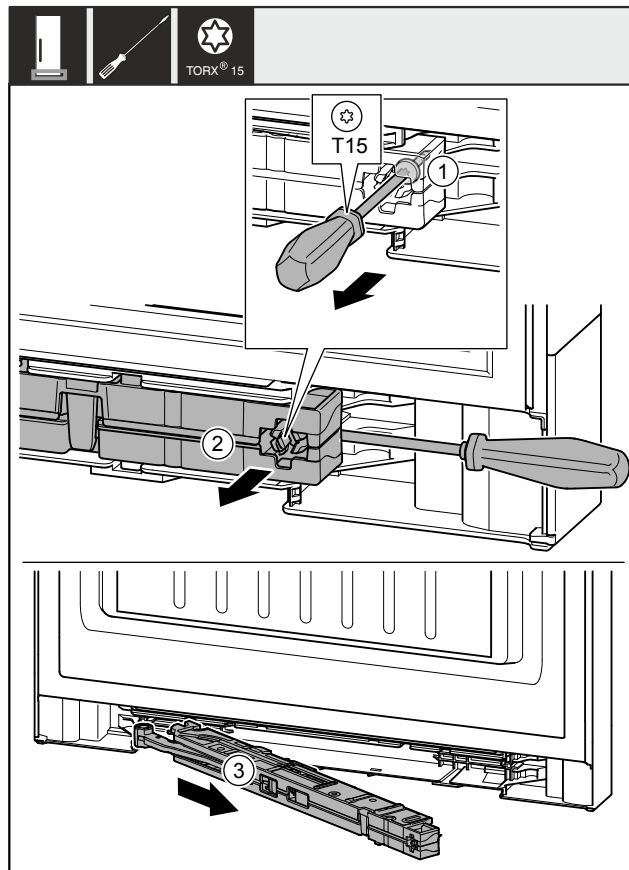

Fig. 12
- ▶ Отвийте винта Fig. 12 (1) на блока на затварящия демпфер с отвертка с ок. 14 mm.
- ▶ Повдигнете блока на затварящия демпфер Fig. 12 (2) от страната на ръкохватката с отвертка напред.
- ▶ Издърпайте блока на затварящия демпфер Fig. 12 (3).